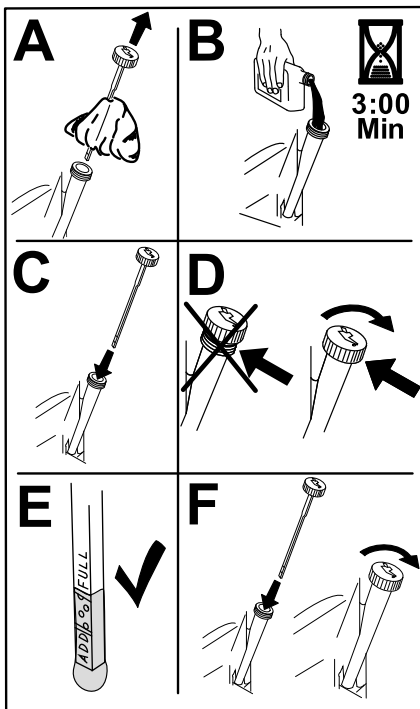

Figure 37
5. Versez lentement environ 80 % de l'huile spécifiée dans le tube de remplissage, puis faites l'appoint lentement jusqu'à ce que le niveau atteigne le repère maximum (Full) (Figure 37).
3. Remplissez le carter moteur d'huile du type correct (Figure 37).